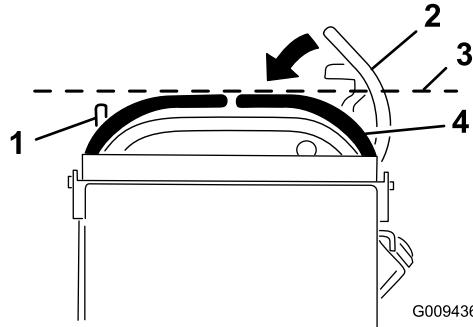

Bild 69
3. Drücken Sie die Fahrantriebshebel nach unten und außen aus der ARRETIERTEN NEUTRAL-Stellung (Bild 69).
4. Prüfen Sie, ob der rechte Fahrantriebshebel mit dem linken Fahrantriebshebel horizontal eingestellt ist (Bild 69).